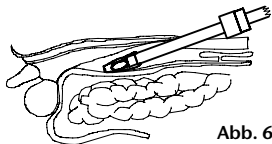

Abb. 6
2. Versehen Sie das distale Ende des Ballonsystems ggf. mit einem sterilen Gleitmittel und führen es durch einen bestehenden Zugang in den präparierten extraperitonealen Arbeitsraum ein. Achten Sie bitte während des Einführens des Ballonsystems wie auch im Verlauf des Eingriffs sorgfältig darauf, dass der Ballon nicht durch andere Instrumente beschädigt wird. (Abb. 6)